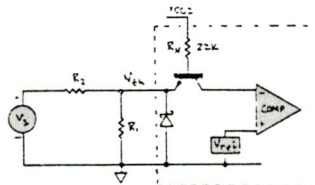
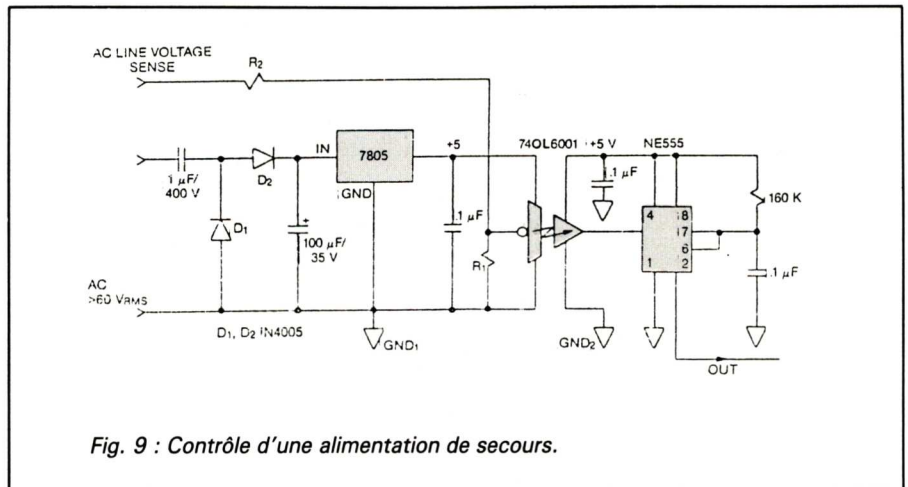

Fig. 6 : Schéma de détection d'un seuil variable.
Fig. 9 : Contrôle d'une alimentation de secours.
La figure 6 montre qu'il est possible d'effectuer la détection d'un signal variable en amplitude à l'aide d'un simple diviseur résistif à l'entrée, pour peu que la résistance vers la masse soit faible devant les 22 000 ohms internes, par exemple 2 200 ohms. La résistance série sera calculée pour fournir les 200 microampères nécessaires, de sorte qu'une simple résistance 1/4 de watt permettra de créer une horloge isolée à partir du secteur par exemple, ou le contrôle d'une alimentation de secours (fig. 9).
a) Aux bornes du capteur lui-même ou à la sortie de son amplificateur de mise en forme, l'étage d'entrée de la 74 OL permet une discrimination en niveau (fig. 6) avec ou sans intégration (fig. 8A et 8B).